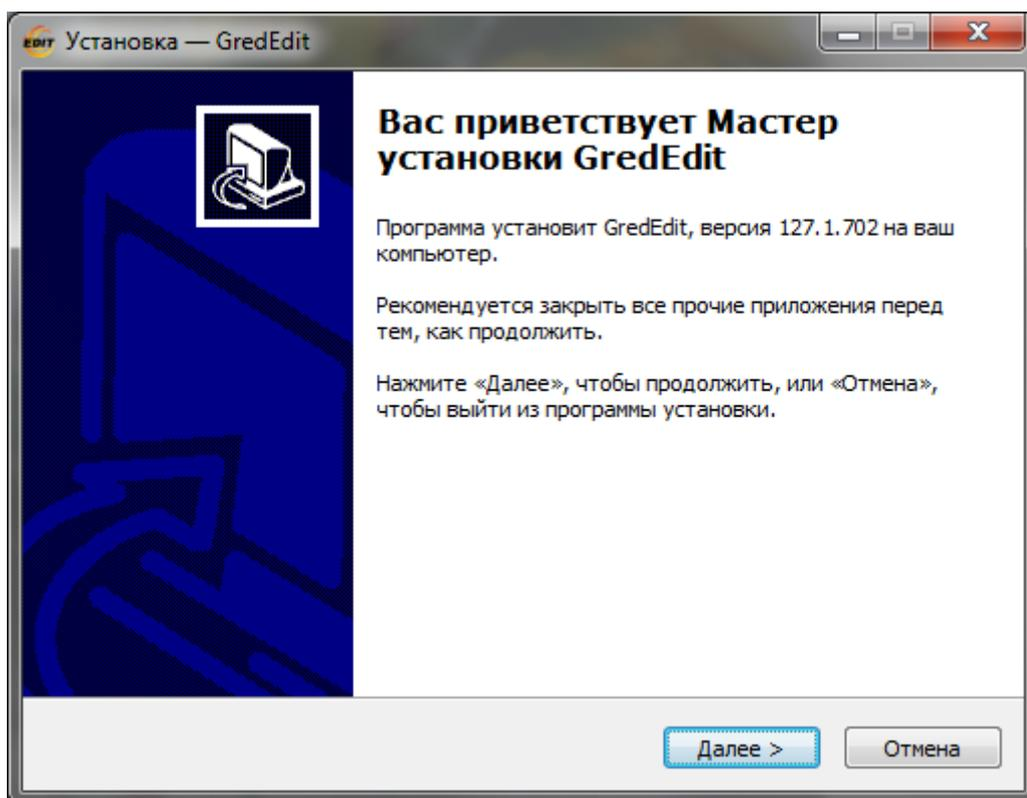

Рисунок 3.3 Окно мастера установки «Редактор»
2. В окне мастера установки (Рисунок 3.3) ознакомиться с рекомендациями по установке программы. Для продолжения установки нажать кнопку «**Далее**».